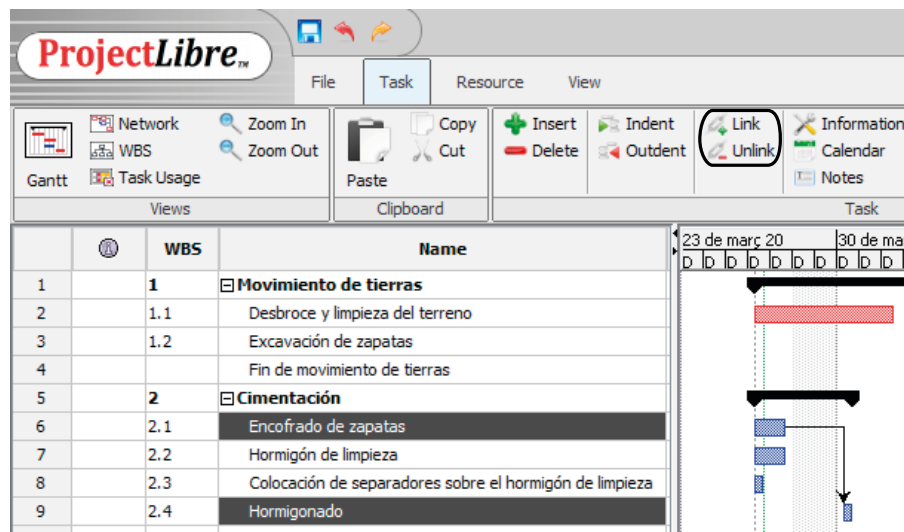

Figura 19.
- Desde la Tabla de tareas: hacer clic sobre las tareas (dos o más) a vincular (con tecla *Control activa*) y pulsar botón *Link* en el menú *Task* (véase figura 19). Se asignará por defecto el tipo FS.